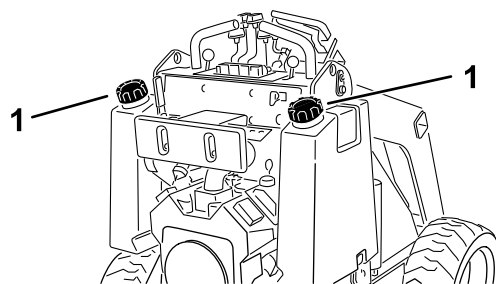

図 8
- 燃料キャップの周囲をきれいに拭いてキャップを外す 図 8。